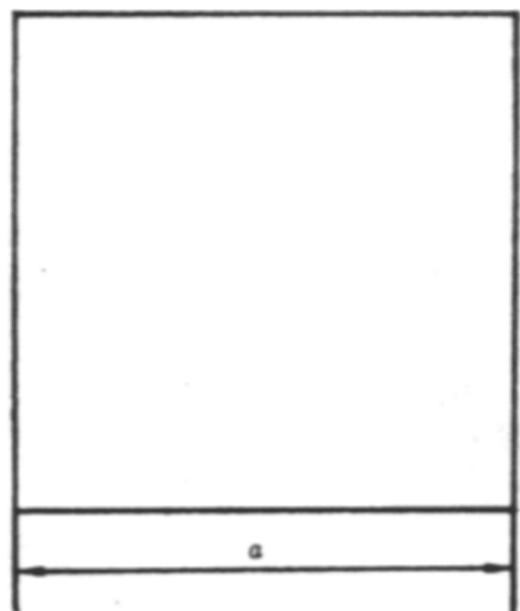

图 4 提示标志的基本型式
4.4.2 提示标志的基本型式是正方形边框，如图 4 所示。